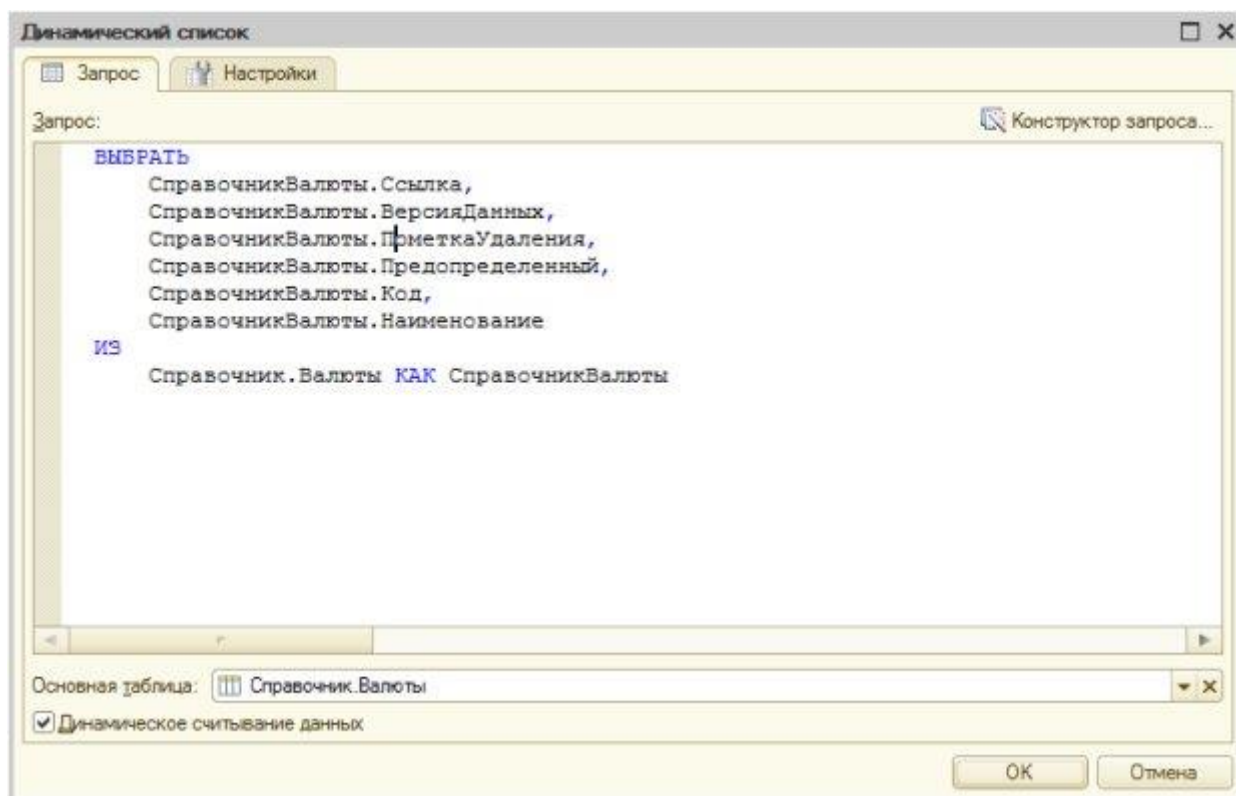

Рисунок 19.2- Запрос по умолчанию для заполнения динамического списка
4. После установки этого флага мы можем нажать на ссылку **Открыть** у поля **Настройка списка** и увидеть, какой именно запрос система построила для создания этого списка, рисунок 19.2.